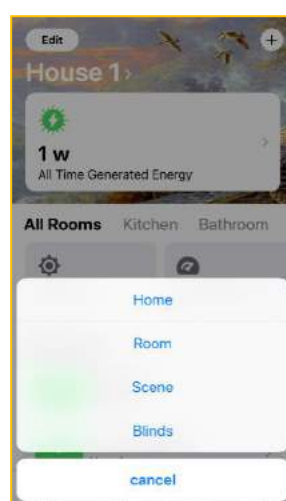

Abbildung 32
10.8.2. Im angebotenen Menü **Home** auswählen (Abb. 32).